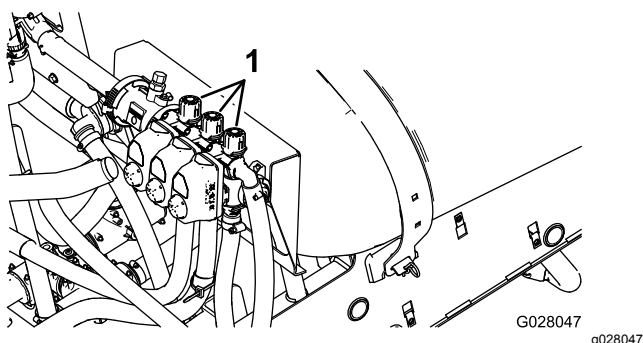

Figure 86
2. Désactivez la section gauche et réglez le bouton de dérivation de la section gauche (Figure 86) jusqu'à ce que la pression indiquée corresponde à celle réglée précédemment (généralement 2,75 bar).
4. Réglez la vanne de dérivation de la section droite (Figure 86) jusqu'à ce que la pression indiquée corresponde à celle réglée précédemment (généralement 2,75 bar).
6. Réglez la vanne de dérivation de la section centrale (Figure 86) jusqu'à ce que la pression indiquée corresponde à celle réglée précédemment (généralement 2,75 bar).